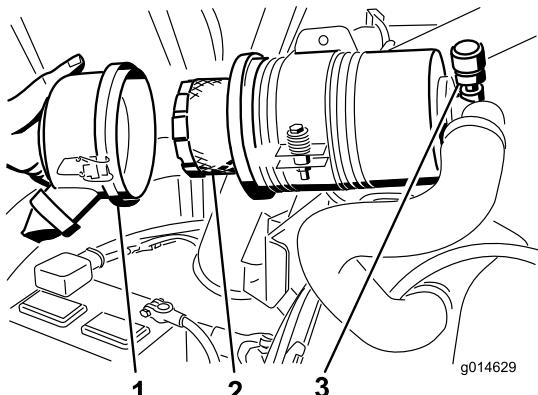

Figure 60
- Déposez et remplacez le filtre (Figure 60).